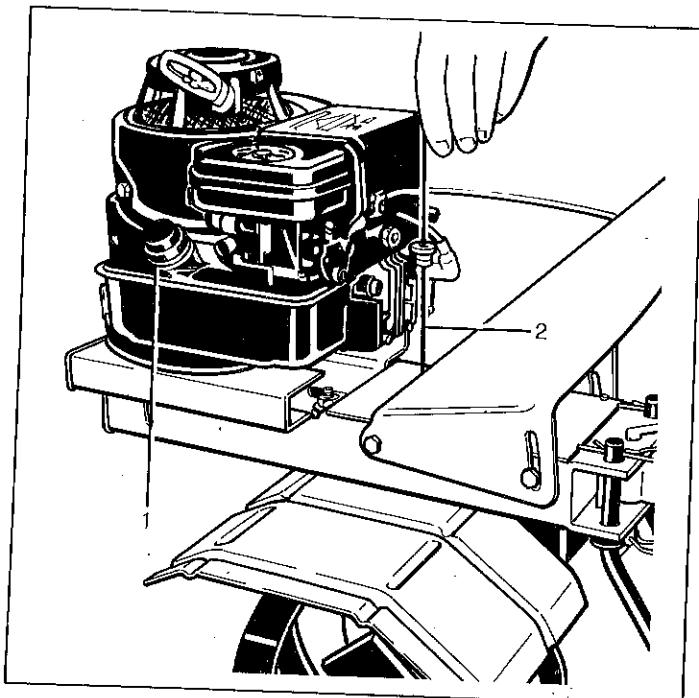

Fig. 12
Attenzione — La motozappa viene consegnata con il motore senza olio. Riempire il serbatoio finché l'olio inizia a traboccare, capacità circa 0,500 kg (vedere fig. 12, particolare 1).
Lubrificante — usare olio AGIP BLASIA 77 oppure F1 ROTRA MP SAE 80. Verificare il livello dell'olio prima dell'avviamento del motore. Il livello dell'olio deve essere compreso fra i limiti MIN e MAX ricavati sull'apposita asta (vedere fig. 12, particolare 2).
Ogni 600 ore di lavoro — sostituire l'olio. Togliere l'astina di livello (vedere fig. 12), capovolgere la motozappa e quindi lasciare sgocciolare per almeno dieci minuti.
Attention — The motor-hoe is delivered without oil in engine. Replenish tank until oil overflows. Capacity 0.500 kg approx. (see fig. 12, item 1).
Check for oil level before starting engine. Oil level should be found within marks MIN and MAX on oil stick (see fig. 12, item 2).
Attention — La motohoue est livrée sans huile au moteur. Remplir jusqu'à ce que l'huile commence à déborder. Capacité 0,500 kg environ (voir 1, fig. 12).
Vérifier le niveau de l'huile avant le lancement. Le niveau doit se trouver entre les limites MIN et MAX indiquées sur la jauge à huile (voir 2, fig. 12).
Achtung — Die Motorhaecke wird mit Motor ohne Öl geliefert. Den Behälter füllen bis das Öl beginnt überzulaufen. Behälterinhalt ca. 0,500 kg (siehe Bild 12, Detail 1).
Schmierstoff — Öl AGIP F1 ROTRA MP SAE 80 oder BLASIA 77, Ölstand vor dem Motoranlass prüfen. Der Ölstand muss zwischen den Grenzen MIN und MAX auf dem betreffenden Ölmessstab liegen (siehe Bild 12, Detail 2).